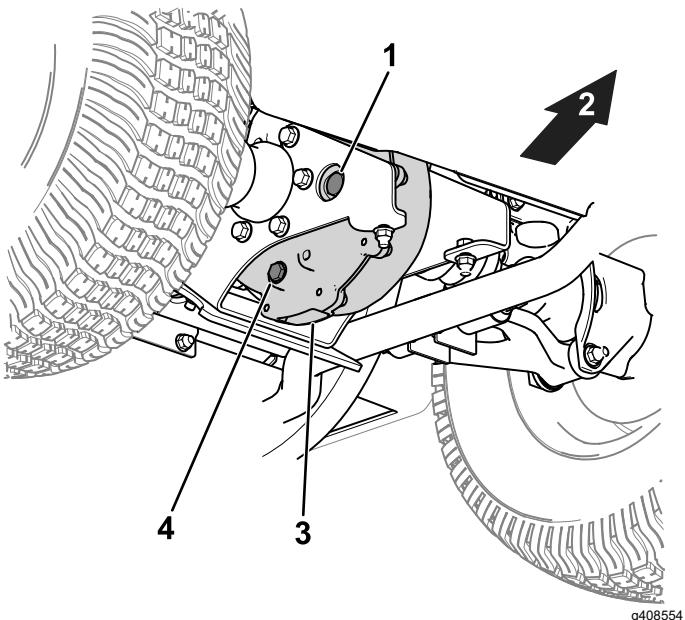

図 43
1. トランスアクスルについている補給プラグを外す図 43。
2. オイルの量が少ない場合は、補給プラグを取り、穴からあふれ出てくるまで所定のオイルを補給する図 43。
- ドレンプラグの下にオイルを受ける容器をおく図43。
- 補給プラグを抜く図43。
- ドレンプラグ 図43を外して内部のオイルを全部排出する。